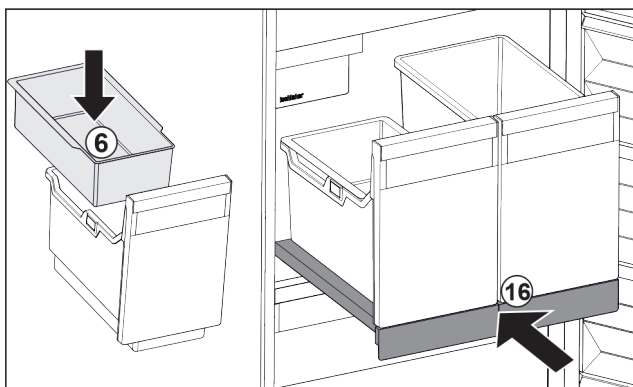

Fig. 87
- ▶ Vsadte závěsnou misku Fig. 87 (6) pro kostky ledu.
- ▶ Zasuňte vysouvací přihrádku s nádobou (IceTower). Fig. 87 (16)